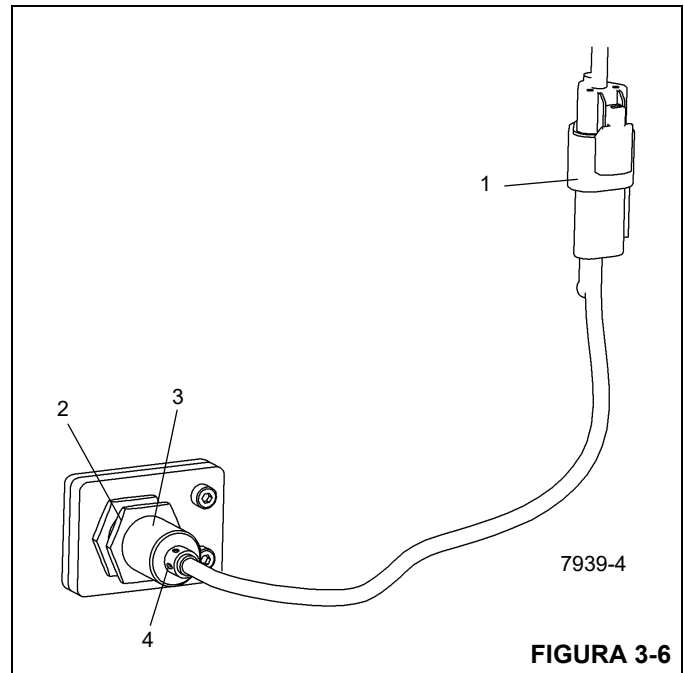

FIGURA 3-6
1. Desconecte o conector elétrico (1, Figura 3-6) na chave.
2. Solte a contraporca (2, Figura 3-6) que prende a chave (3) à caixa do estabilizador e remova a chave.
2. Rosqueie a chave (3, Figura 3-6) na caixa do estabilizador de modo que a face da chave esteja com um recuo de 1 a 2 mm na placa de desgaste.
3. Aperte a contraporca (2, Figura 3-6) na chave.
4. Conecte o conector elétrico (1, Figura 3-6) à chave.
5. Com a alimentação ligada e a viga do estabilizador totalmente estendida, verifique se o LED (4, Figura 3-6) na chave de proximidade está aceso. Retraia a viga do estabilizador e verifique se o LED está apagado.